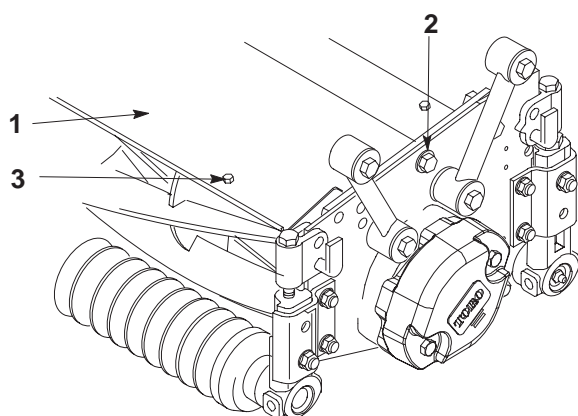
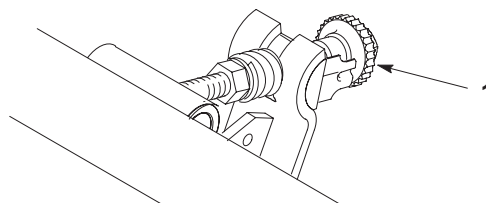

図2
図3
2. シールドをサイド・プレートに固定しているピボット・ネジをゆるめ、シールドの角度を調整し、ネジを元通りに締める（図2）。
1. 19 mm (3/4) レンチを使って、ベッドナイフ調整ノブ（図2）を左に回し、リールとベッドナイフの接触を完全になくす。ノブを1ノッチ分ゆるめるとベッドナイフが0.013 mm下に移動する（図3）。